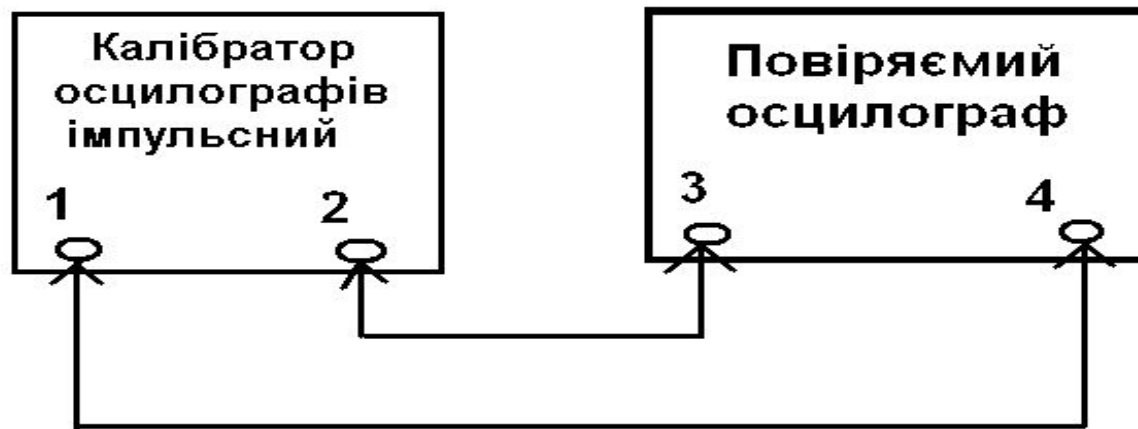

Рис.4
3.3.4 Похибку коефіцієнта розгортки визначають методом непрямого вимірювання дійсного значення коефіцієнта розгортки за допомогою генератора сигналу, генератора імпульсів і електронно-лічильного частотоміра або методом прямого вимірювання за допомогою імпульсного калібратора осцилографів (рис.4).